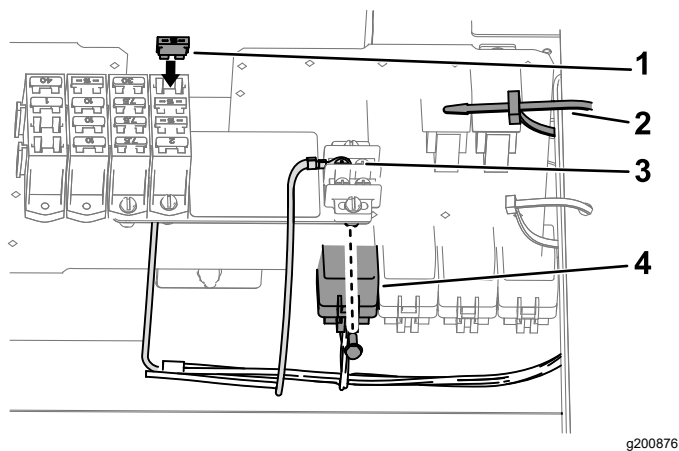

図 19
1. エンジンルーム用の 197cm の枝についている5ソケットコネクタを、リレーに合わせる 図 19。
2. コネクタのソケットにリレーのピンを挿入する 図 19。
3. リレーの取り付けタブについている穴を、配線パネルの穴に合わせる 図 19。
4. パネルにリレーを固定する 図 19 フランジヘッドボルト #10-24 x 1/2 インチを使用する。
5. アース端子ブロックからねじを外す 図 19。
- 車両用のヒューズブロックにブレード形コネクタが付いている車両の場合には、ヒューズブロックにのヒューズを取り付ける 図 19。